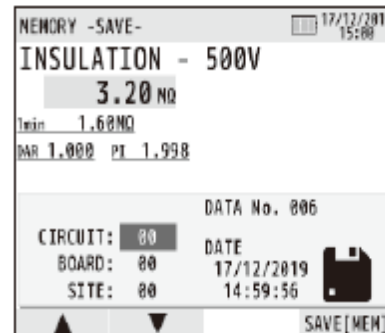

Fig.16-2
(1) Lorsque la mesure est effectuée, appuyez sur le bouton MEM pour passer en mode de sauvegarde. (Figure 16-2)